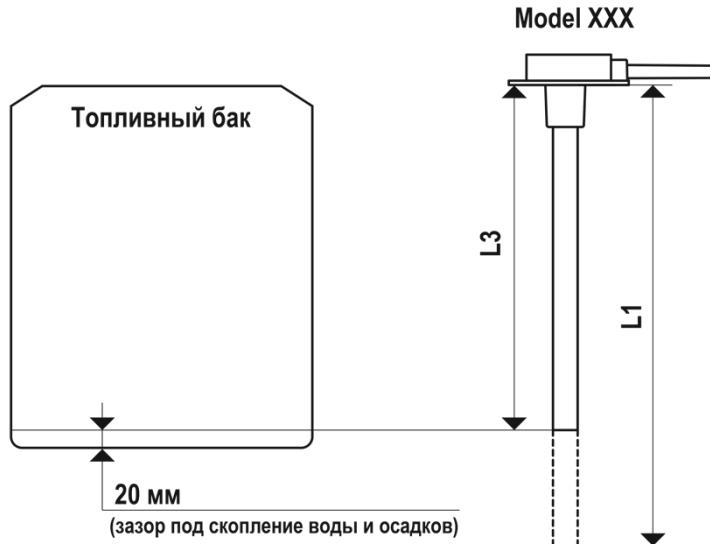

Рис. 5- Обрезка измерительной части изделия
- 3) Отрезать ножовкой длину L3 изделия таким образом, чтобы линия среза была строго перпендикулярна продольной оси изделия (Рис.5).